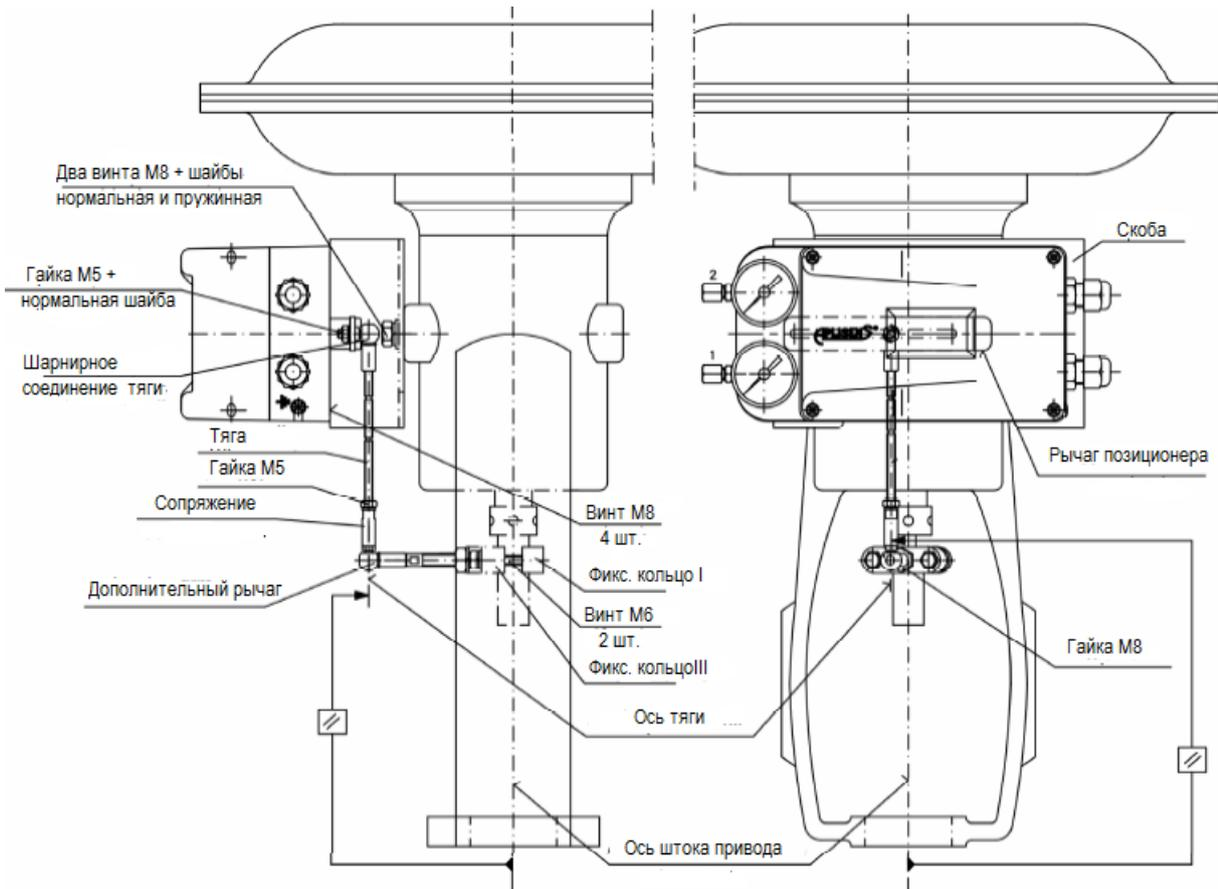

Рис. 8. Позиционер APIS-100-... с монтажным комплектом APIS-A001
Б). Закрепите шарнир на рычаге позиционера в месте, соответствующем ходу штока привода и затяните гайку M5 (см. рис. 8 и 9).
- З). Вверните рычаг тяги в фиксирующее кольцо III, затем отрегулируйте его длину и отрегулируйте положение позиционера по отношению к приводу, перемещая его по прорезям в монтажной скобе относительно крепежных винтов, таким образом, чтобы тяга была параллельна штоку привода. Если дополнительный рычаг тяги окажется слишком длинным, его необходимо укоротить (см. рис. 8 и 9).